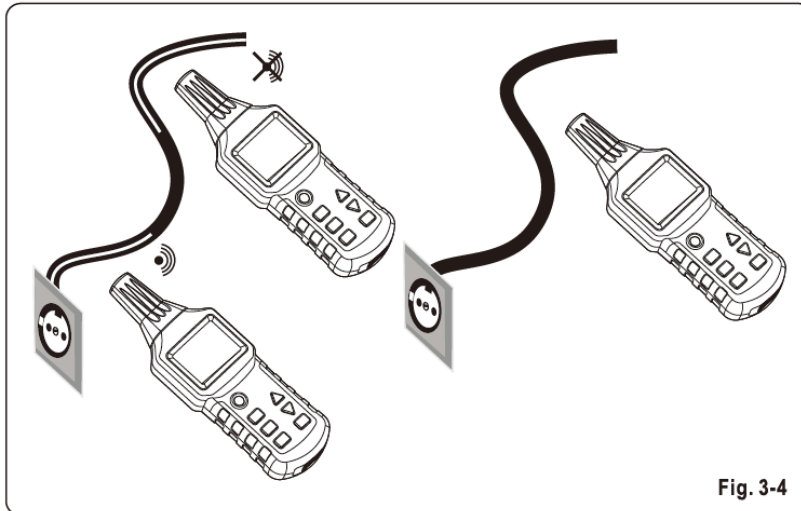

Fig. 3-4
- Le circuit doit être chargé avec une tension alternative (CA);
- La mesure doit être effectuée conformément à la figure 3-4;